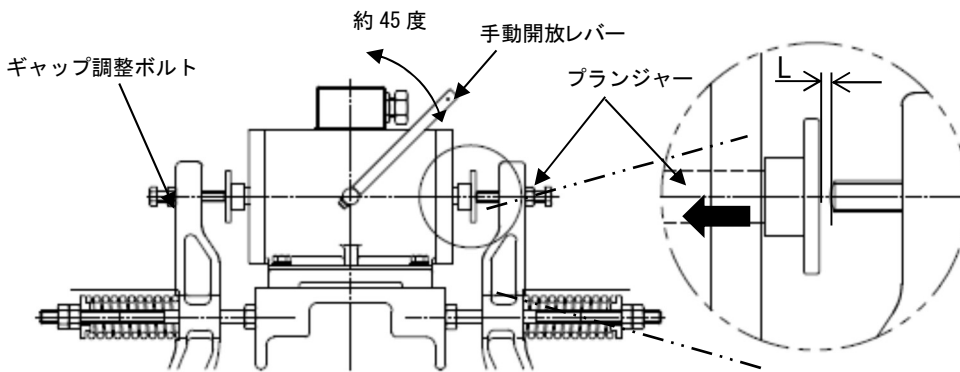

図9 プランジャーストローク寸法
- (2) ブレーキを閉じた状態でのプランジャーストローク寸法(L)を測定します。(図9)